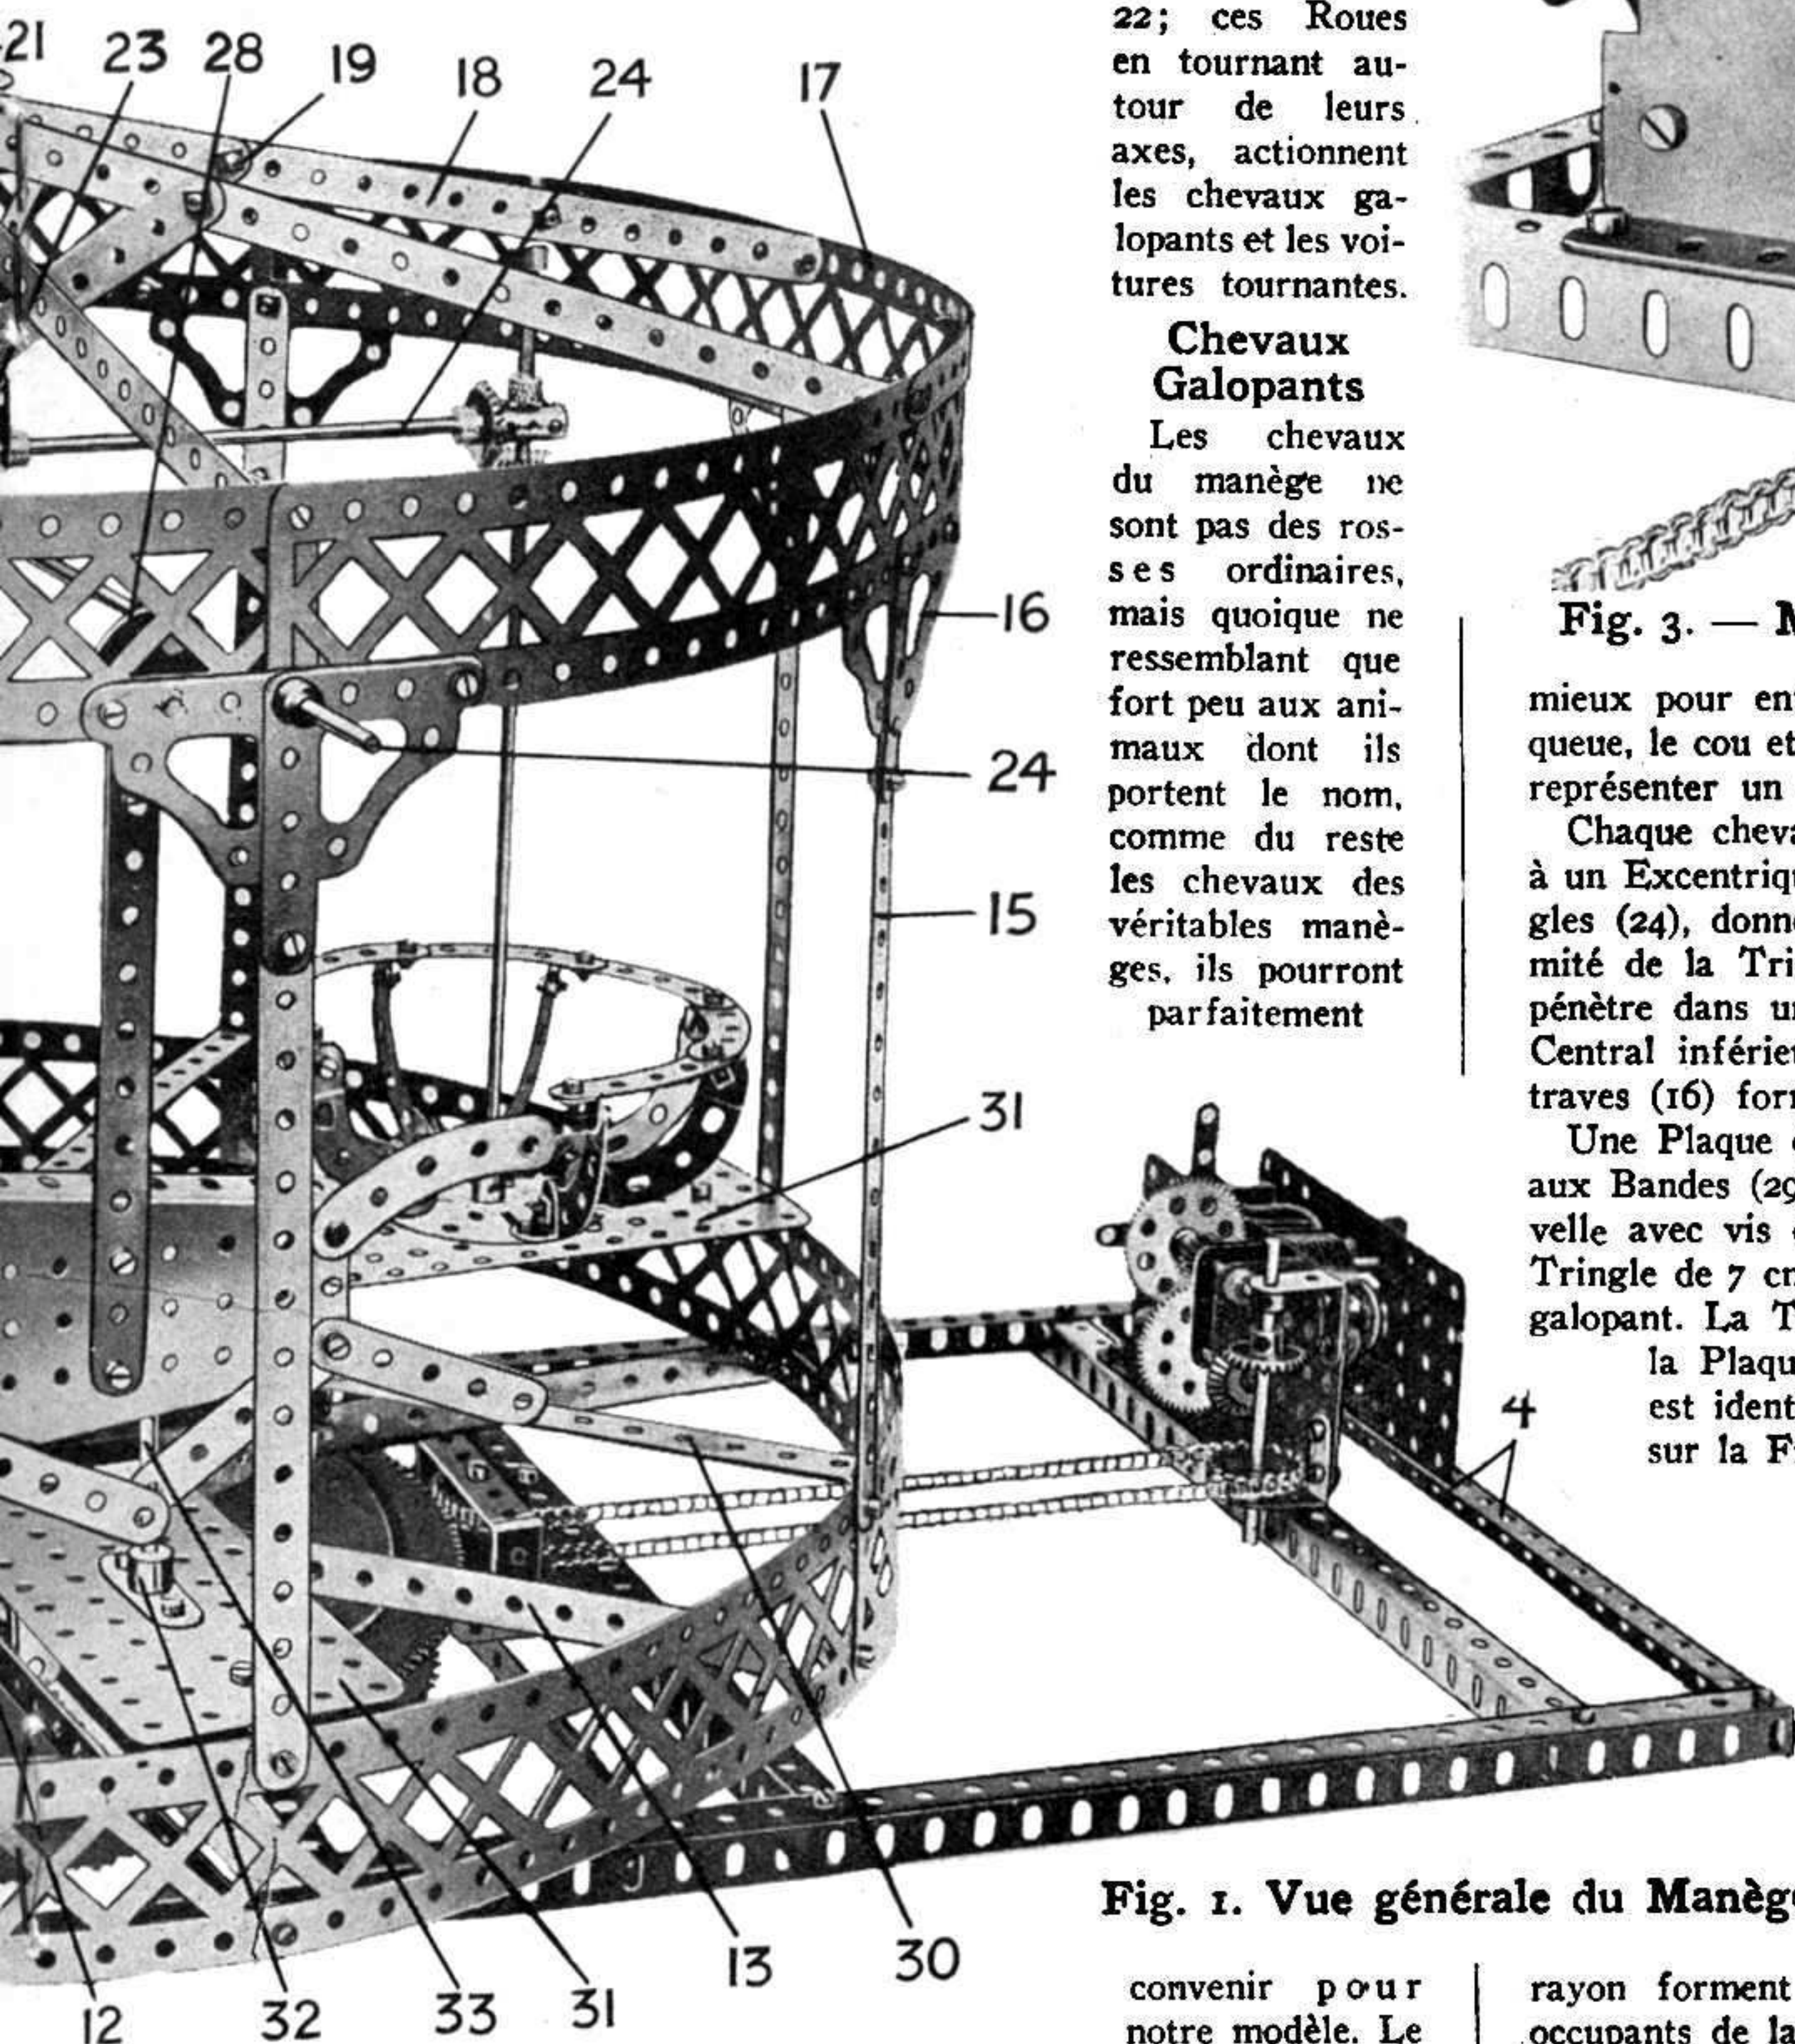

Fig. 1. Vue générale du Manège
du modèle est établie sur une base formée par huit Cornières de 19 trous (13) boulonnées au chemin de roulement avec denture (9) du Roulement à Rouleaux, et ayant ses extrémités extérieures fixées par l'intermédiaire d'Equerres, à un cercle formé par cinq Longrines de 32 cm. et une Longrine de 14 cm. (Fig. 1). Toutes ces Longrines sont boulonnées bout à bout, sauf la Longrine de 14 cm., dont une extrémité chevauche de trois trous la Poutrelle de 32 cm., et ces Longrines sont réunies par des Bandes de 19 trous (15) et
Architraves (16) à un cercle semblable, formé par des Longrines (17) réunies à leur tour par des Bandes de 19 trous (18) et les Bandes de 7 trous (19) sont réunies aux Equerres boulonnées à deux Plateaux Centraux (20) (voir Fig. 1, 6).
Une Plaque de 14 x 6 cm. est boulonnée aux Poutrelles (14) et aux Bandes (29) par l'intermédiaire d'Equerres, et porte une Manivelle avec vis d'arrêt (32) dans la bosse de laquelle est fixée une Tringle de 7 cm. (33) agissant comme guide vertical pour le cheval galopant. La Tringle (33) passe au travers du rebord inférieur de la Plaque Secteur formant le corps du cheval. Ce dispositif est identique pour les deux chevaux, comme on peut le voir sur la Fig. 1.